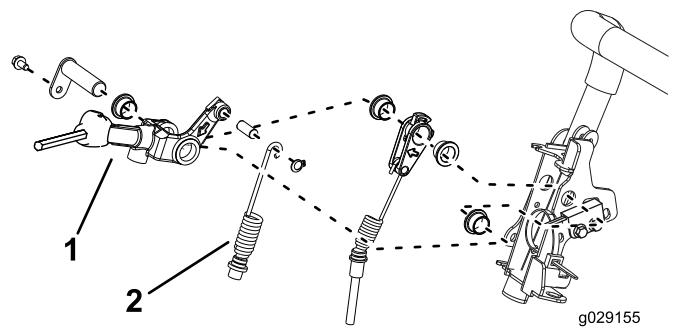

Figura 5
10. Retire la palanca de tracción y el cable de tracción del soporte de tracción antiguo (Figura 5). Guarde todas las fijaciones.